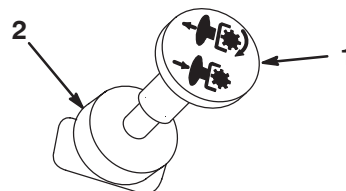

Figure 5
2. Placez la commande de prise de force (PDF) en position désengagée (Fig. 5).
2. Désengagez la PDF (Fig. 5).